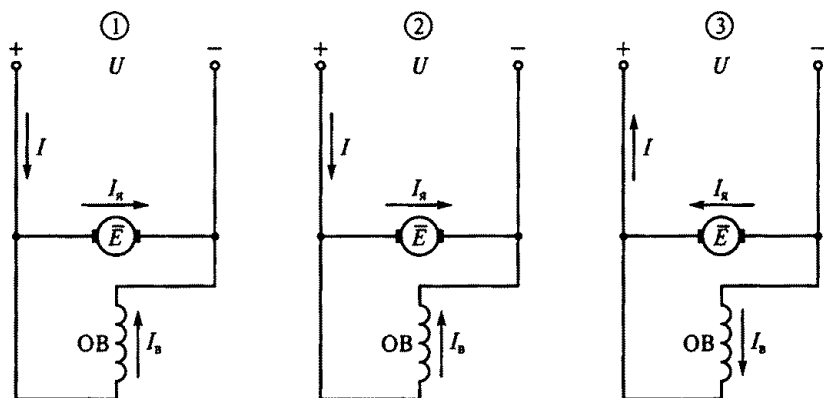

Рис. 245
10.39. В какой из трех схем двигателя постоянного тока с параллельным возбуждением на рис. 245 правильно показаны направления токов и ЭДС?